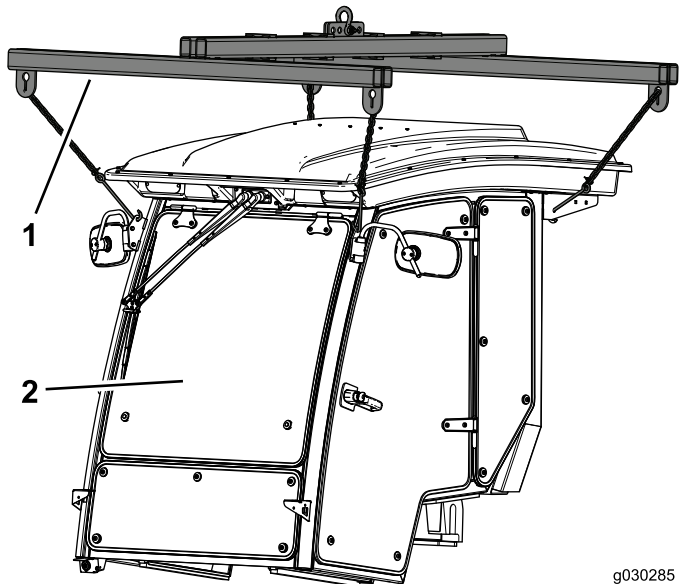

Figure 16
1. Utilisez le palan pour cabine Toro, ou un équipement similaire, pour soutenir la cabine (Figure 16).